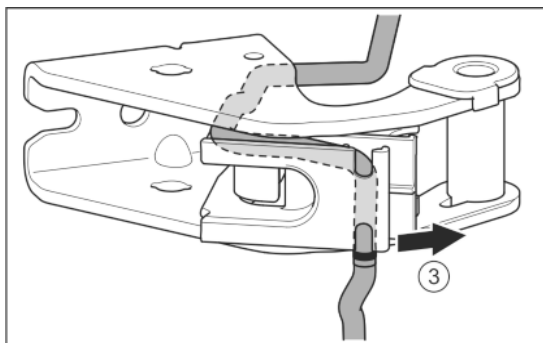

Fig. 25
- ▶ Wyjąć szary kabel z przewodnicy. Fig. 25 (3)